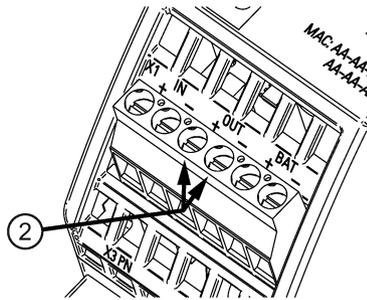

Bild 7-3 Ausgangsseitiger Anschluss
Der Anschluss der Ausgangsspannung erfolgt über die Klemmen "OUT+" und "OUT-" ② (siehe Bild 7-3 Ausgangsseitiger Anschluss (Seite 149)). Stellen Sie sicher, dass die Ausgangsleitungen entsprechend dem maximalen Ausgangsstrom-Effektivwert dimensioniert oder zusätzlich abgesichert sind.